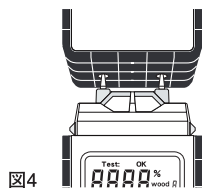

図4
"Test:"で本器の動作チェックを行います。表示部②に"Test:"が表示されている時に保護ケースの上部に2つの穴があるので図4のようにセンサー部をこれに接触させます。"Test:ok"の表示がでたら測定が可能になります。もし"Test:ok"の表示がでない場合は、センサー部をきれいにふきとり再度ためしてください。測定する対象物にレンジを切替えてからセンサー部を被測定対象にかるく突きさして表示部②の測定値が安定したところで数値を読み取ります。
- 電源がOFFの状態でも電源ボタン⑤を2秒以上長押しすると"セットモード"に入ります。